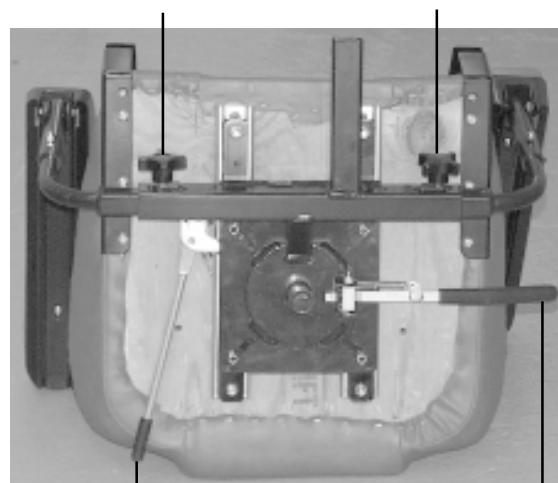

Figure 15. Réglages du siège
1. Tirez sur le levier de réglage de la glissière. Voir la figure 15.
1. Pesez sur le levier pour déverrouiller le siège. Voir la figure 15.